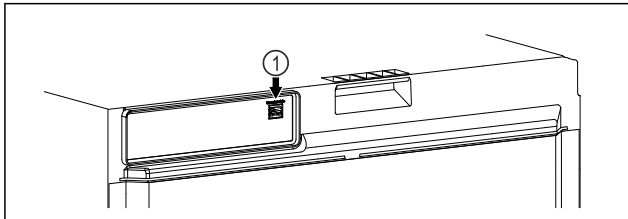

Fig. 104
- ❑ SmartModule Fig. 104 (1) ist eingesetzt.